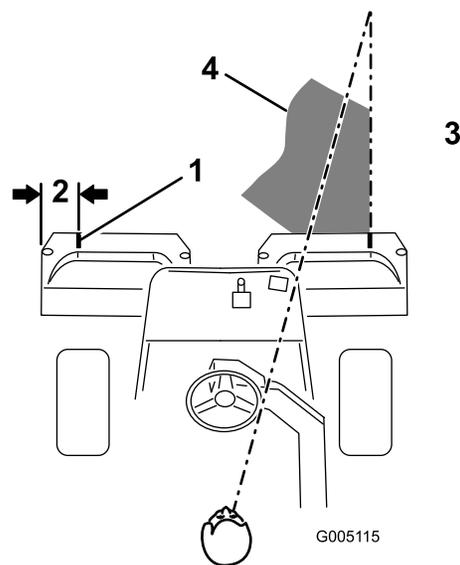

図 29
2. その位置に白色テープか白ペンキで集草箱の縁と平行に目印を入れる（図 29）。
3. 行きと帰りでのオーバーラップができるだけ小さくなるように運転します。グリーン内をぶれずにきれいに直進し、刈り込みの済んだ列との距離を一定に保って走るためには、車体前方 1.8 から 3 m のところに視線を置いて、刈り込み済みの済んでいる列にラインを合わせるようにするのがコツです (図 29および図 30)。ハンドルを目印にして距離を合わせても良いでしょう。その場合、ハンドルの縁と本機前方の目標ラインとを重ねて見ながら運転します (図 29と図 30)。